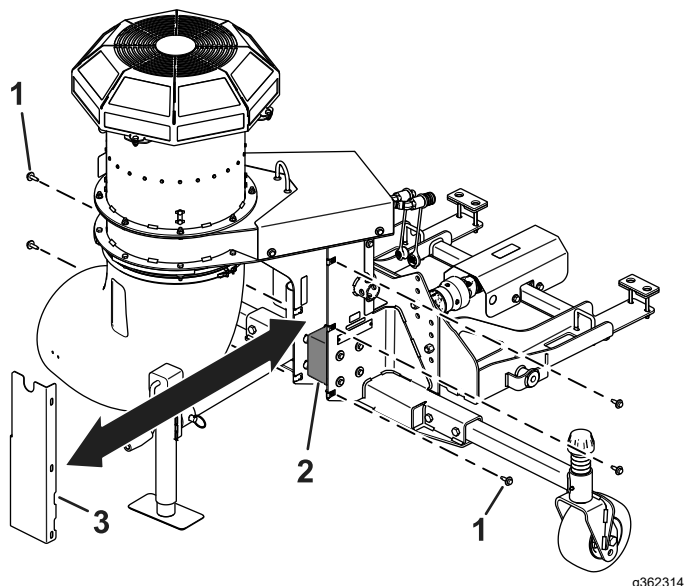

Figura 24
2. Retire los 5 pernos y las arandelas que fijan la tapa de la caja de engranajes al soplador (Figura 24).
3. Retire la tapa para tener acceso a la caja de engranajes del soplador (Figura 24).